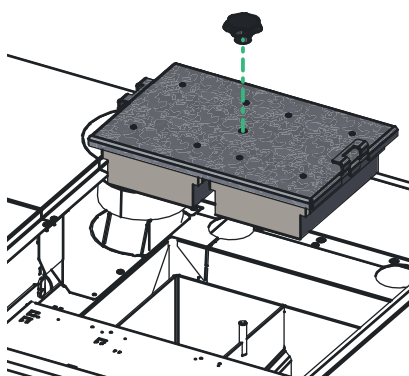

Fig. 49 Dévisser le raccord fileté et retirer le couvercle
- ▶ Tourner le raccord fileté du couvercle et le retirer – Fig. 49.